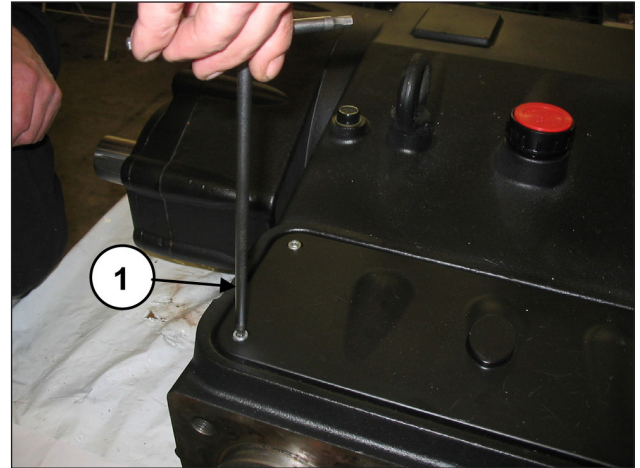

Fig. 133
Remova a tampa de inspeção superior, soltando os quatro parafusos de fixação (pos. ①, Fig. 133).